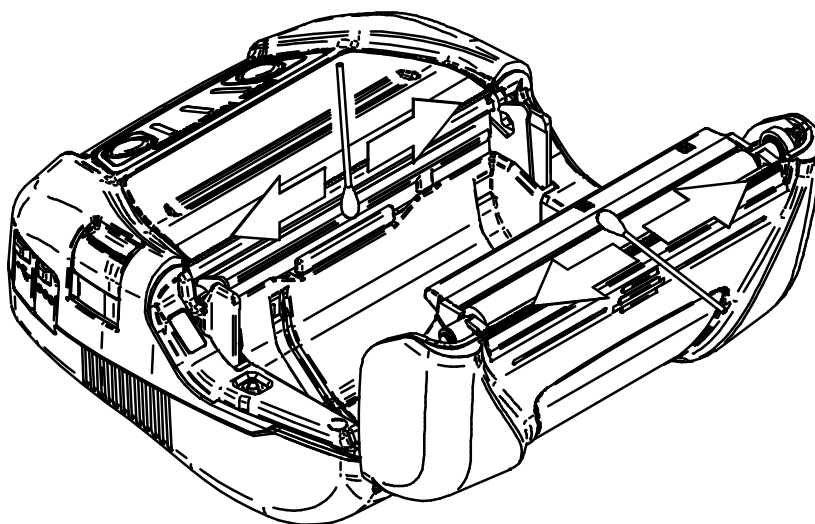

Figura 18-1 Limpieza del cabezal térmico/platina
- (3) Abra la cubierta frontal.
- (4) Limpie el cabezal térmico, la platina, o los pies de goma con un hisopo de algodón humedecido con una pequeña cantidad de alcohol etílico. (Vea la Figura 18-1).